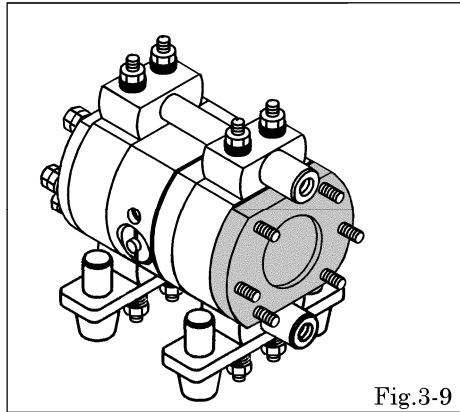

Fig.3-9
- ・ ラバーサスの刻印側が、アウトチャンバー側になるように図の方向でタイロッドに差し込み、仮置きする。[Fig.3-9]